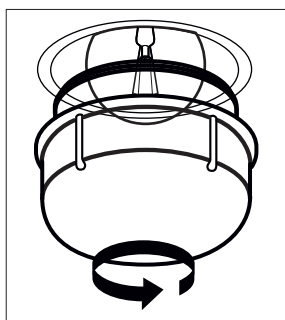

Figure 57
2. Retirez la protection en verre en la tournant dans le sens anti-horaire. (Voir Fig. 57) L'utilisation de gants en plastique peut vous aider si vous avez des difficultés à la faire tourner.